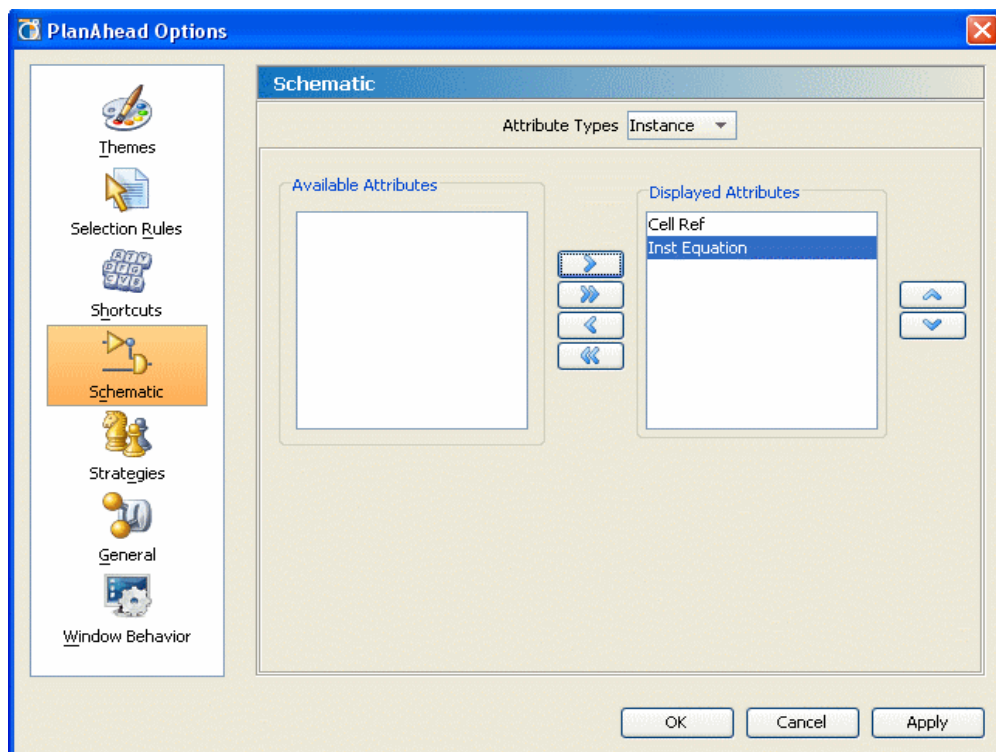
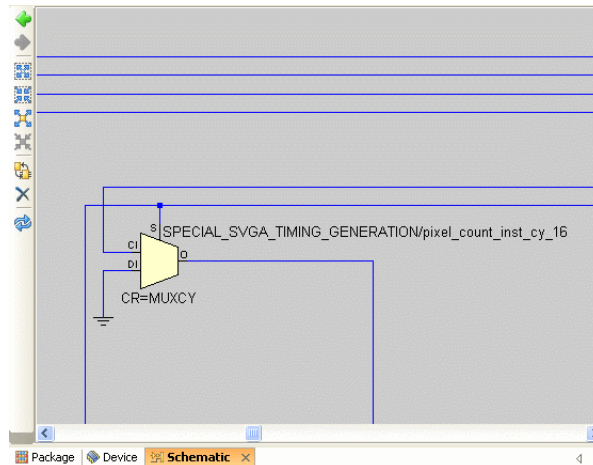

図 4-55 : [PlanAhead Options] ダイアログ ボックス：回路図インスタンスのアノテーション
図 4-56 : [Schematic] ビューでインスタンスに値を表示
[Tools] → [Options] をクリックして [PlanAhead Options] ダイアログ ボックスを表示し、左側のペインで [Schematic] をクリックします。図 4-55 に、[PlanAhead Options] ダイアログ ボックスの [Schematic] ページを示します。
2. [Available Attributes] で表示する値を選択し、右方向矢印ボタンをクリックして [Displayed Attributes] に移動して、[OK] をクリックします (図 4-55 を参照)。図 4-56 に、インスタンスに値を表示した例を示します。